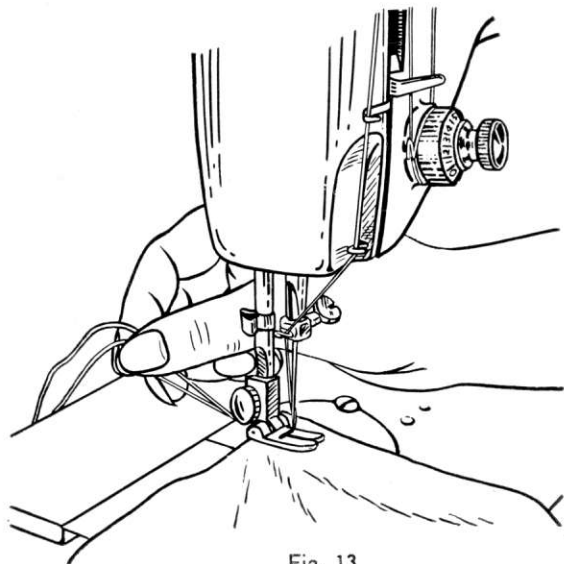

Fig. 13
- 4) Plaats beide draden tussen de uitsteeksels van de persvoet en trek ze achteruit onder de persvoet door (fig. 13).